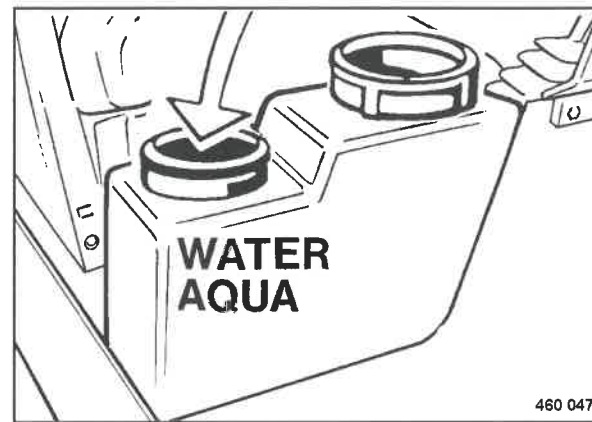

Fig. 92
- Aprire il coperchio (Fig. 92) e controllare il livello dell'acqua.